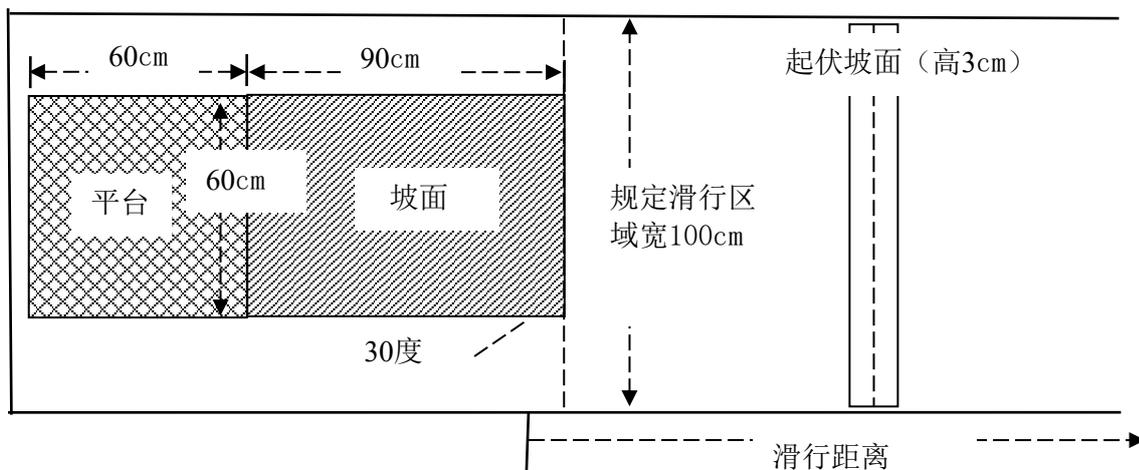

图1 滑行区域俯视图
3. 小学低年级组和高年级组队员在车辆测试场地内(如图1、图2所示)先使用红外线遥控装置发出启动信号，车辆接受启动信号后从 $60\text{cm}$ 的平台起点出发行驶至斜坡起点，再从长 $90\text{cm}$ 、坡度为 $30^\circ$ 斜坡上静态释放，沿坡面在规定滑行区域内向前滑行，途中会经过一个高度 $\leq 3\text{cm}$ 的弧形起伏坡面，在车辆主体结构未严重损毁的前提下，保证车辆在规定区域内向前行进。